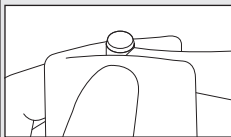
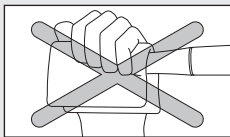

Fig. 16
Fig. 17
- Pour retirer le surplus d'huile de l'intérieur de la pièce à main, faites tourner la pièce à main pendant environ 15 secondes sans fraise. N'appuyez pas sur le bouton-poussoir pendant la rotation, surtout si vous utilisez un chiffon absorbant pour empêcher les éclaboussures d'huile. Le fait d'appuyer sur le bouton-poussoir pendant la rotation peut endommager le mécanisme du mandrin (Fig. 16, Fig. 17).